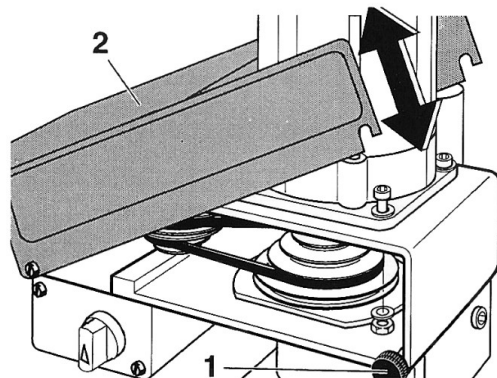

Fig. 9
2. Rändelschrauben 1 (Fig. 9) lösen und Gehäusedeckel (2) nach oben schwenken.
2. Loosen the knurled screw 1 (Fig. 9) and fold the hood (2) back.
2. Desserrer les vis à molette 1 (fig. 9) et basculer le capot (2) vers le haut.
2. Allentare le viti a testa zigrinata 1 (fig. 9) e ribaltare il coperchio della carcassa (2) verso l'alto.